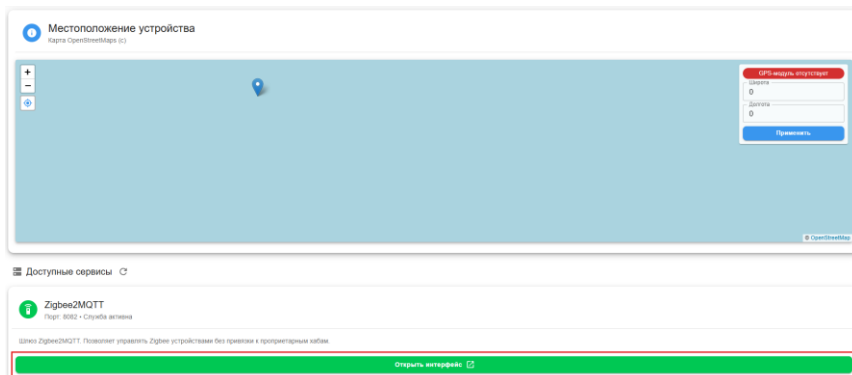

Рис. 3.30. Раздел «Главная» веб-конфигуратора
4. Подключение устройств к Zigbee2MQTT производится через его собственный веб-интерфейс. Открыть его можно через веб-интерфейс шлюза в разделе “Главная” (рис. 3.30).